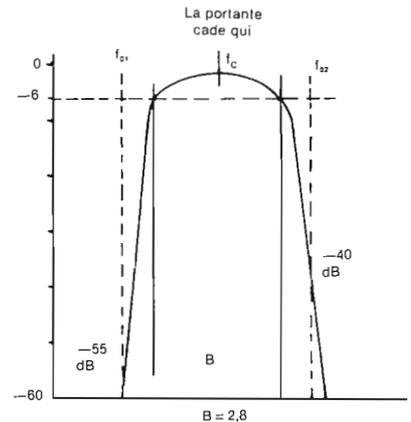

Fig. 3 - Principio della ricezione di segnali A.M. = portante + 2 bande laterali col metodo della «exalted carrier».
(2) Il ricevitore con una curva di selettività come quella visibile in figura 2B si presta altrettanto bene alla ricezione della A.M. convenzionale, purché come illustrato in fig. 3, la portante (f_o) invece di coincidere come di solito avviene, con la frequenza di centro della F.I. del ricevitore (f_c) vada a cadere alla estremità alta o bassa della banda passante, come illustrato in figura 3. In tal caso tutte le frequenze che convogliano l'informazione, ossia quelle contenute in una delle due bande laterali (che sono identiche e simmetriche) saranno contenute nella Banda passante (B) del filtro (che nell'esempio vale 2400 Hz a -6 dB).